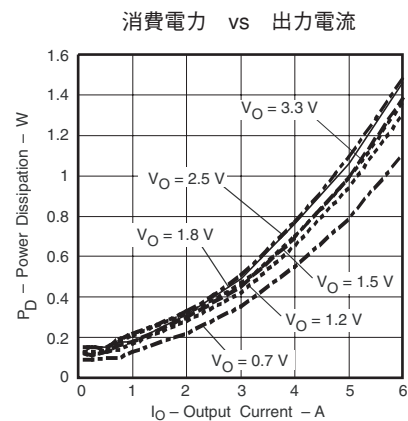

図 9
- 電気的特性データは、 25°C でテストした実際の製品から求めたものです。このデータは、コンバータの代表データと考えられます。図7、図8、および図9に対して適用されます。